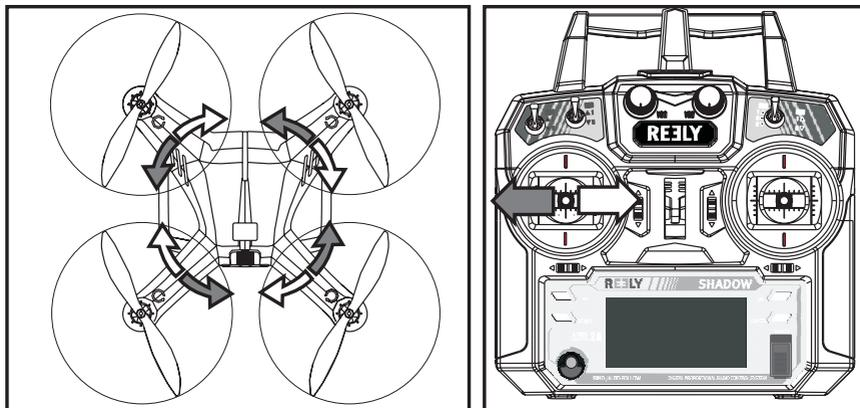

Figura 19
Se lo stick di controllo per la funzione di imbardata (vedere anche figura 7, pos. 16) si muove verso sinistra, l'elettronica nel modello aumenta la velocità dell'elica che gira verso destra (senso orario) e riduce la velocità dell'elica che gira verso sinistra (senso antiorario). In questo modo la forza ascensionale rimane invariata, ma ora sul modello agisce una coppia che fa girare il quadricottero verso sinistra sull'asse verticale (vedere figura 19).